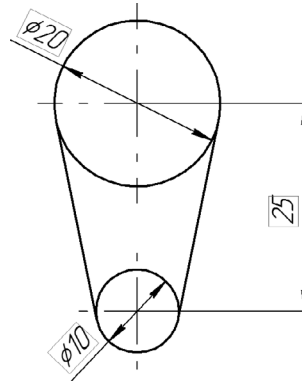

Рис. 61.9.
16. Установите новые значения размеров (рис. 61.9):